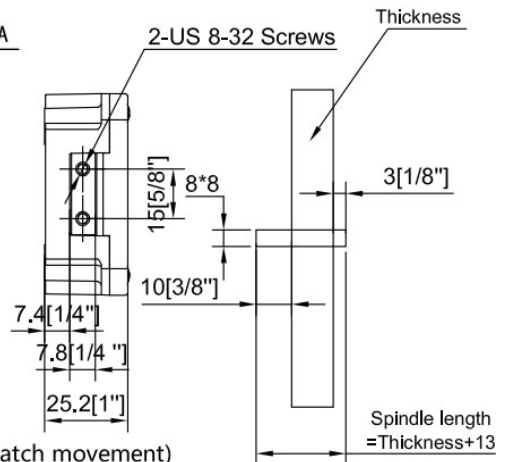

Fig. 4
4. Messen Sie die Stärke der Tresortür und der Montageplatte (Abstand von der Montagefläche für das Schloß bis zur Montagefläche für die Eingabeeinheit-Basis). Schneiden Sie die Spindel auf die passende Länge zu. (Abb. 4) Die Spindel und der Türdurchbruch müssen vollständig entgratet sein. Kanten müssen abgerundet und dürfen nicht scharfkantig sein, um Beschädigungen des Verbindungskabels zu vermeiden.